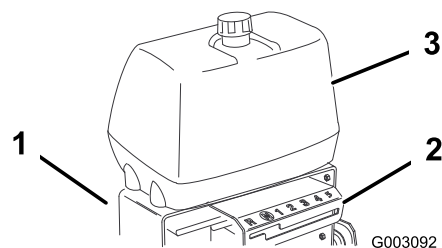

Figure 4
- Glissez la plaque du levier de vitesses sur le levier de vitesses et sous la base du bâti arrière (Figure 4).
- Alignez le réservoir de carburant sur le haut du bâti arrière (Figure 4).